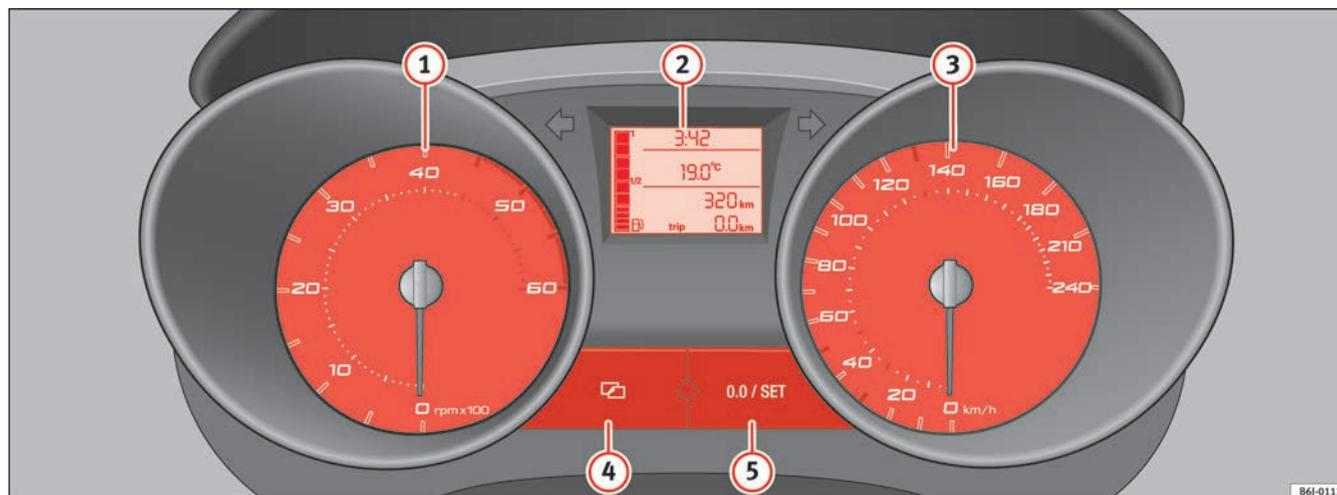

Fig. 30 Pormenor do painel de bordo: painel de instrumentos
O início da zona vermelha ⇒ página 55, fig. 30 ① indica o regime máximo de rotações do motor à temperatura de serviço. Recomenda-se que antes de alcançar esta zona seja engrenada a velocidade imediatamente superior ou que seja colocada a alavanca selectora na posição D ou ainda que se desacelere o motor.
- Para acertar as horas, pressione a tecla **4** ⇒ página 55, fig. 30. A opção «horas» piscará no mostrador digital e com o botão **5** «set» ⇒ página 55, fig. 30 acertam-se.
O contador inferior regista os trajectos parciais. A última posição indica troços de 100 m. O contador para percursos curtos pode ser colocado a zero pressionando o botão de reposição a zero ⇒ página 55, fig. 30 (6).